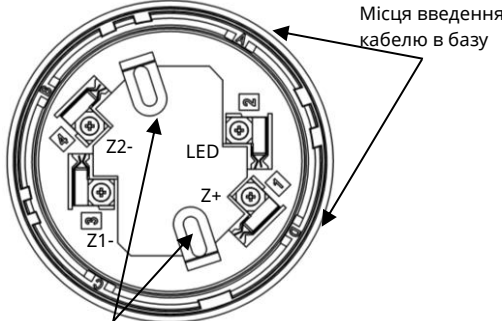

Рисунок 3.1 – Розташування клем на базі сповіщувача
- 2) викрутити 2 шурупи з боку контактів на корпусі сповіщувача (Рис. 3.1) і, утримуючи викруткою фіксатор термістора, зняти верхню кришку, зняти фіксатор термістора;
- 2) встановити базу на рівній поверхні, прикріпити шурупами або гвинтами згідно з Рис. 3.1, після затягування яких база не повинна бути деформована;
- 3) закріпити дроти ШС в гвинтових клемах бази відповідно до Рис. 3.1 і таблиці 3.1. В базі сповіщувача чотири клем;
4.5 Для випадків, коли кабель всередину бази заводять збоку, в самій базі та в кришці сповіщувача передбачені вікна, в яких за потреби вирізають отвори. Ці вікна промарковані літерами **«А»**, **«В»**, **«С»**, **«D»** (Рис. 3.1, Рис. 4.1).